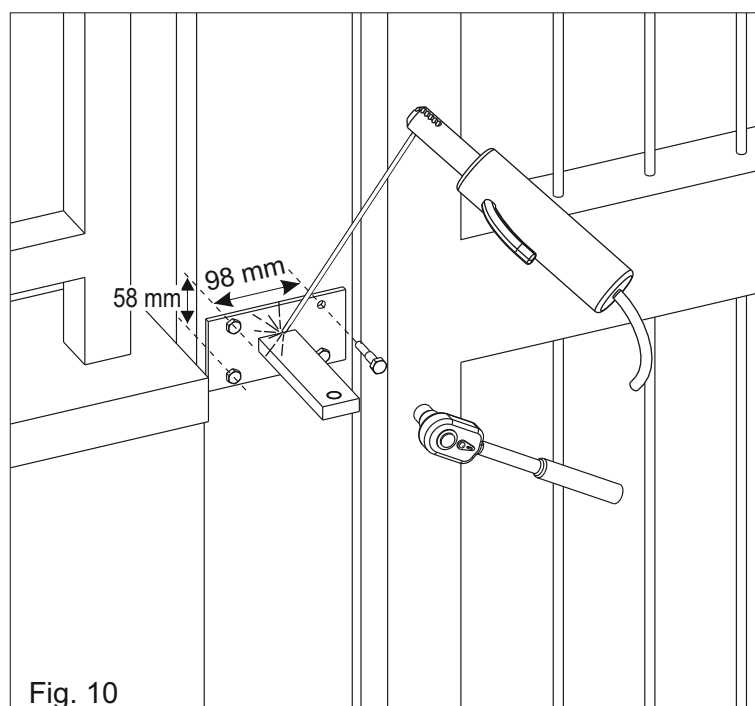
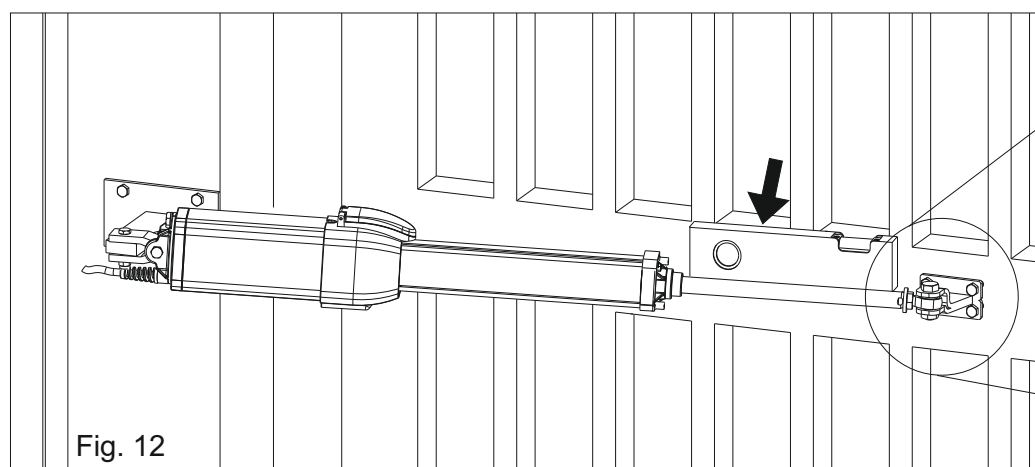
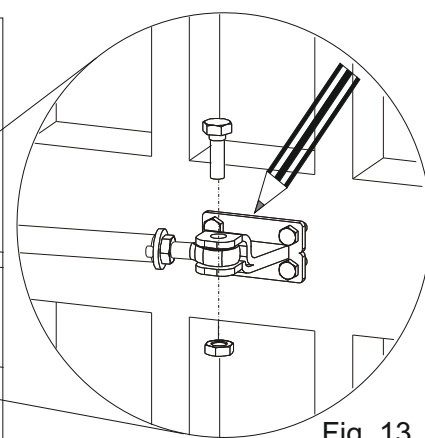

Fig. 10
Fig. 12
Fig. 13
Selon le type d'ouverture (intérieure ou extérieure) et la rotation max du vantail choisie (voir pag. 5), il faut couper (en avant) la patte en respectant les quotes "a" de la pag. 5 et après souder comme dans fig. 10.
Le support doit être positionné de façon que l'opérateur soit parfaitement horizontal (Fig. 10, Fig.12).
- 3) Fixer la tige sur la patte avant (Fig. 12).
- 4) Positionner l'opérateur parfaitement horizontal (Fig. 12) et marquer la position de la patte avant (Fig. 13).